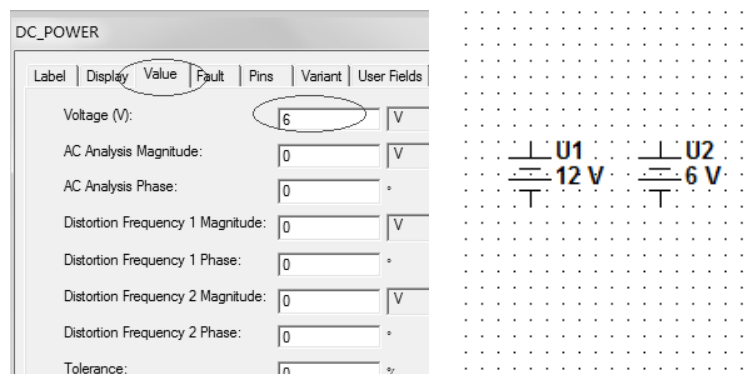

图 1.13 改变电压值
用鼠标双击 V2 电源，同样在选项卡上点击 Label，在 RefDes 下方框中把 V2 改为 U2，选项卡点击 Value，Voltage (V) 右边方框中把 12 改为 6，如图 1.13 所示，然后点击 OK 按钮，就可把电源 V2 的名称改为 U2，电压值改为 6 V。其他元件编辑方法类似。